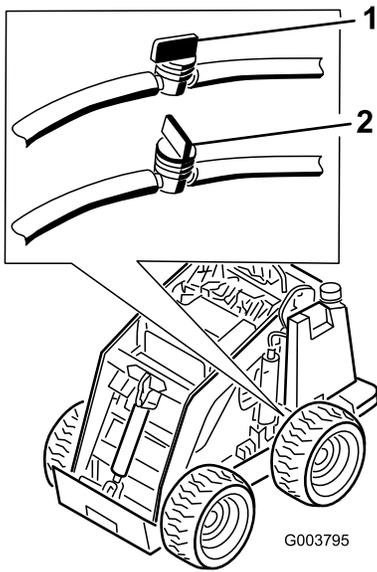

図 34
2. 燃料タンクの下にある燃料バルブを閉じる（図 34）。
8. 燃料タンクの下にある燃料バルブを開ける（図 34）。
3. 燃料タンクの下にあるホースについている燃料バルブを閉じる（図 34）。
10. 燃料タンクの下にあるホースについている燃料バルブを図 34に示すように開く。